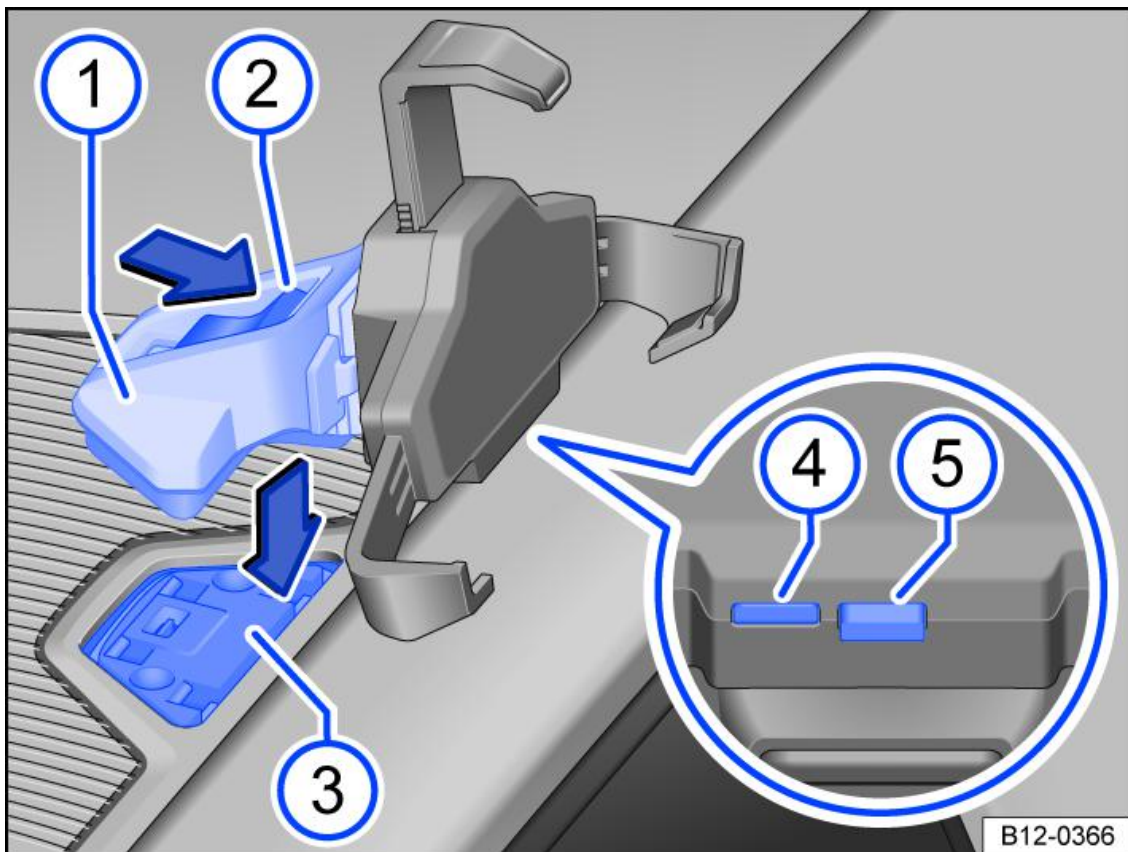

Fig. 2 Plancia: chiusura del punto di alloggiamento del supporto del sistema infotainment
3. Inserire il telefono nei supporti inferiori. Eventualmente, per adattare il supporto alle dimensioni del telefono cellulare, premere il tasto → fig. 2 (4) e stringere il supporto fino a ottenere la stessa larghezza di quella del telefono cellulare.
2. Premere il tasto di sbloccaggio → fig. 2 (5) finché il braccio superiore del supporto non rilascia il telefono cellulare.
4. Tenendo fermo il sostegno → *fig. 2* (1), premere il tasto di sbloccaggio → *fig. 2* (2) nella direzione indicata dalla freccia.
2. Facendolo scorrere, spingere il supporto universale lateralmente in direzione del fermo (4) fino a farlo innestare → ⚠.
3. Inserire il sostegno → *fig. 2* (1) dall'alto nella piastra di base → *fig. 2* (3) e spingerlo verso il basso, fino a fargli compiere lo scatto di innesto → ⚠.